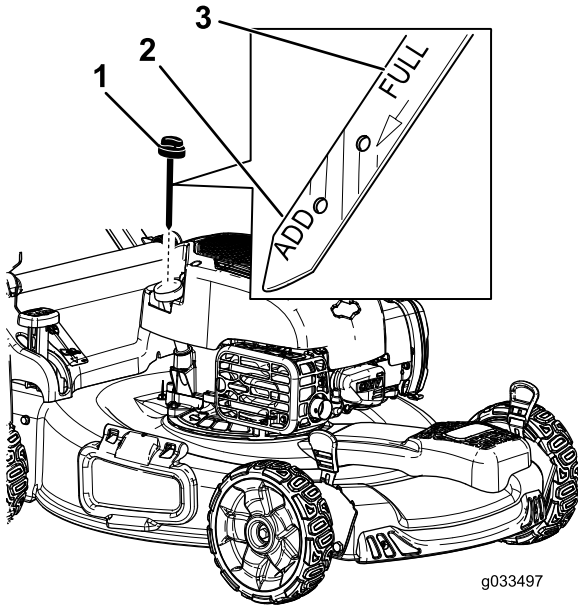

Figura 8
2. Retire la varilla (Figura 8) y vierta aproximadamente tres cuartas partes de la capacidad total del cárter por el tubo de llenado de aceite.
5. Retire la varilla y compruebe el nivel de aceite en la varilla; consulte Figura 8.